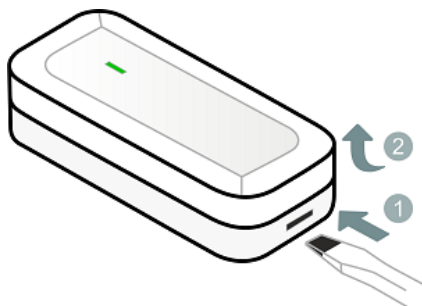

Рисунок 8.2 — Вскрытие корпуса радиоустройства
2. Вскройте корпус датчика протечки (см. рисунок 8.2) и извлеките заводской провод из клеммной колодки датчика.
1. Вскройте корпус датчика (см. рисунок 8.2).